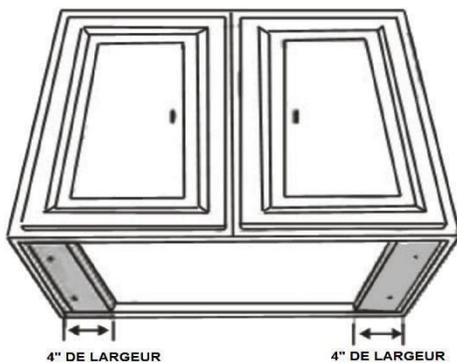

Figure 1
- Pour installer sous le placard avec fond encastré, attachez de larges bandes de remplissage de bois de 4" (non fournies) de chaque côté. Voir Figure 1.